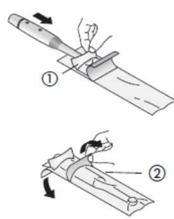

図6
- (2) ハンドピース本体の電源を入れ、先端をアルコールで拭き使い捨て保護カバーを被せて(図6)、ハンドピース本体の先端を口の内側に触れないように、患者の口腔内に挿入する。
- (3) 見たい部位にハンドピース本体のレンズ窓を向けて、ライブビデオ画像をモニターに表示させる。
- (4) ハンドピース本体のシャッターリリースボタンで画像の焦点を調節し、静止画像をモニターに表示させる。再度シャッターリリースボタンを押すと、ビデオモードに戻る。
- (5) (2)～(4)を繰り返して複数の静止画像を得る。